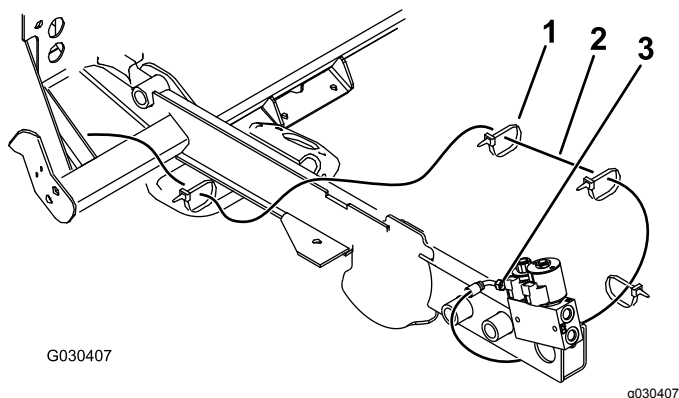

**Figura 19**
7. Enrosque el acoplamiento de la válvula hidráulica en el orificio de la válvula (Figura 19).
10. Conecte el acoplamiento de la manguera al acoplamiento recto (Figura 19).